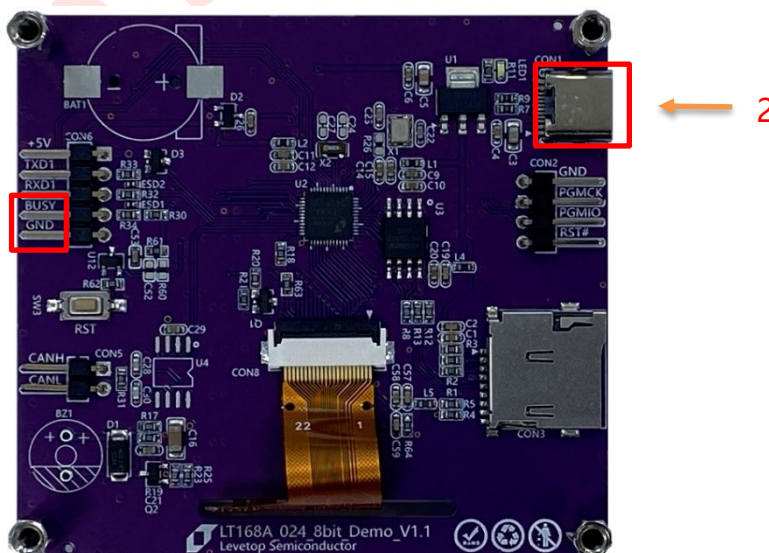

图 2-6：LT168A 接线示意图
1、接线说明, 如前面图 2-6 所示, 进行烧录前, 先将标注 1 处的 BUSY 和 GND 进行连接, 然后通过标注 2 处 USB 口连接电脑供电和通信。